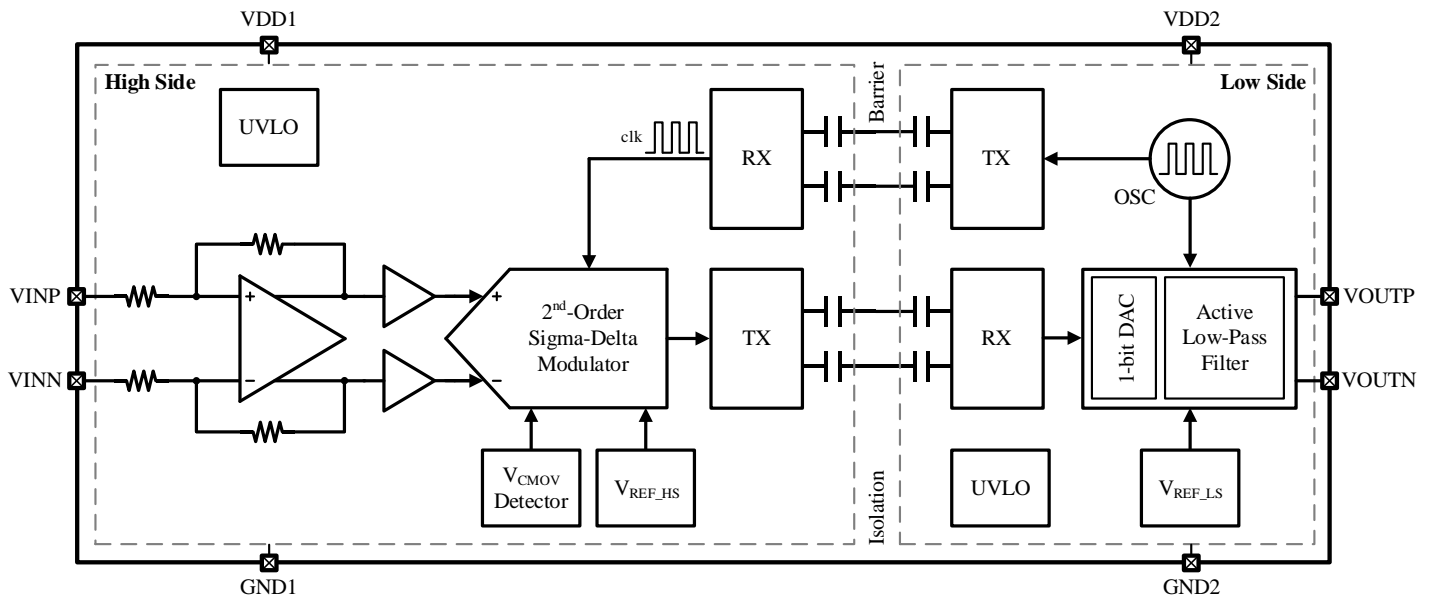

图 9-1 CA-IS1200 功能框图
CA-IS1200 器件是为基于分流电阻的电流检测而优化的高精度隔离式运放。功能框图如图 9-1 所示。在高边，全差分运放先对分流电阻上的压降预放大然后驱动二阶 sigma-delta ( $\Sigma\Delta$ ) 调制器。该调制器将模拟信号转换成数字位流。为了在基于二氧化硅的隔离层的信号传输，数字位流通过使用简单的开关键控 (OOK) 调制方案和高频载波进一步调制。接收机 (RX) 在低边将接收到的调制信号恢复成原始的数字位流。经过 1 位数模转换器 (DAC) 处理后，数字位流被送到有源低通滤波器继而产生模拟输出。为了整个芯片的同步，时钟在低边产生并发送回高边，确保所有的时钟同源。